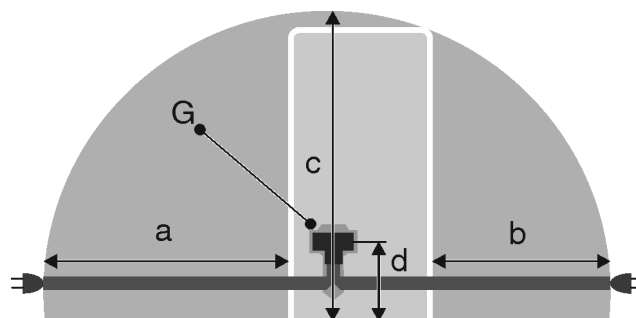

Fig. 48
- La caja de enchufe se encuentra fuera del área de la parte trasera del aparato en la zona indicada Fig. 48 (a, b, c).
- Inserte el conector Fig. 48 (G) del aparato en la parte trasera del mismo. Preste atención a que encaje correctamente.